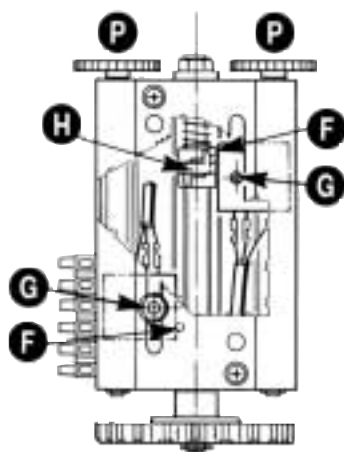

Fig. 7
- 1 - **Après avoir positionné les cames de fin de course sur la crémaillère (Fig.7 page4)**, mettre le Dip1 sur ON. Le voyant lumineux DL5 commencera à clignoter.